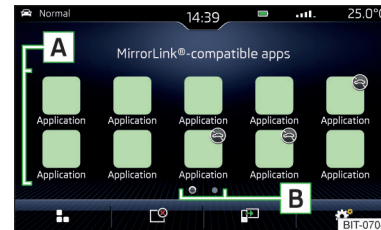

Abb. 182
► Im Hauptmenü der MirrorLink®-Verbindung die gewünschte Anwendung im Bereich **A** » **Abb. 182** auf Seite 157 auswählen.
► Im Hauptmenü der MirrorLink®-Verbindung die Funktionsfläche ☰ » **Abb. 182** auf Seite 157 antippen, die zuletzt angezeigte Anwendung wird angezeigt.
Möchte man eine andere Anwendung anzeigen, dann ist im Hauptmenü der MirrorLink®-Verbindung die Funktionsfläche der gewünschten Anwendung **A** » **Abb. 182** auf Seite 157 anzutippen.